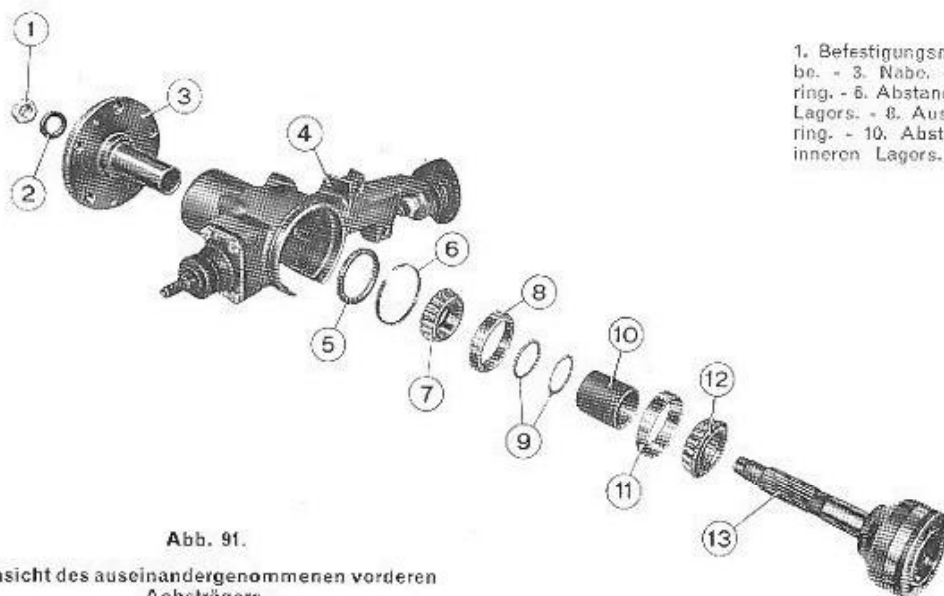

Abb. 91.
- die Nabe (3, Abb. 91) wird herausgezogen, dann der Dichtungsring (5), der äussere Abstandsring (6), der innere Ring des äusseren Lagers (7), die Stellringe (9), und die Abstandshülse (10);
- jetzt wird aus dem Achsträger das Achsgelenk (13, Abb. 91), einschliesslich der Achse und des inneren Lagerrings (12) herausgenommen;
– schliesslich werden die äusseren Lagerringe (8 und 11, Abb. 91) vom Achsträger abgenommen.